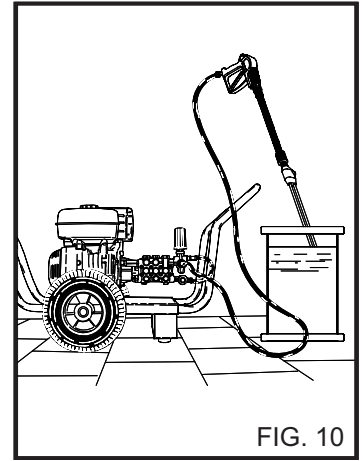

FIG. 10
1) Nach einem Waschvorgang mit Reinigungsmittel den Absaugzyklus nachspülen; das Absaugrohr (Fig.10) in einen Kanister mit sauberem Wasser stecken und die Pumpe bei völlig geöffnetem Dosierungshahn und bei Lanze in Reinigungsmittel-Abgabeposition eine Minute lang laufen lassen.
4) Nach einem Waschvorgang mit Reinigungsmittel den Absaugzyklus nachspülen; das Absaugrohr (Fig.10) in einen Kanister mit sauberem Wasser stecken und die Pumpe bei völlig geöffnetem Dosierungshahn und bei Lanze in Reinigungsmittel-Abgabeposition eine Minute lang laufen lassen.